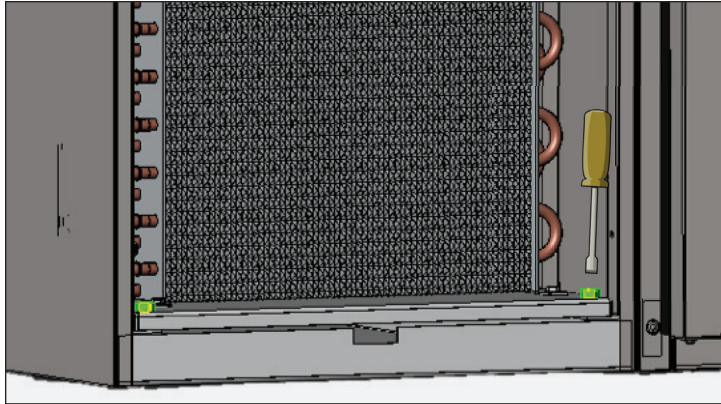

Рис. 5. Удалите болты в основании конденсатора.
6. Удалите болты в основании конденсатора. См. рис. 5.